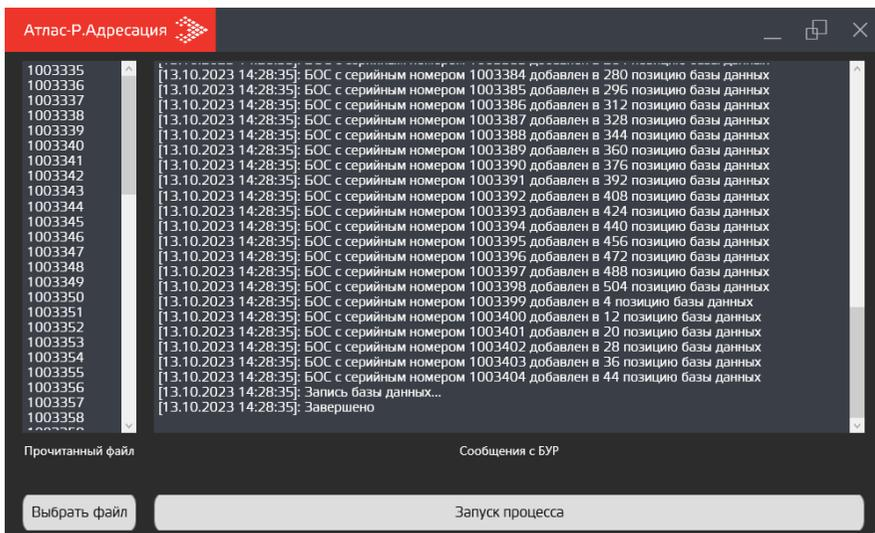

Рисунок 7.7 – Экран установки соединения
2. Выбрать открыть текстовый файл с помощью кнопки «Выбрать файл» (см. рис. 7.7)